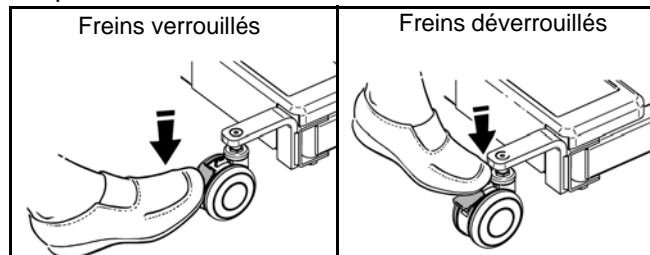

Fig. 8
- Pour verrouiller les freins, appuyer sur la partie arrière de la pédale (voir Fig. 8).